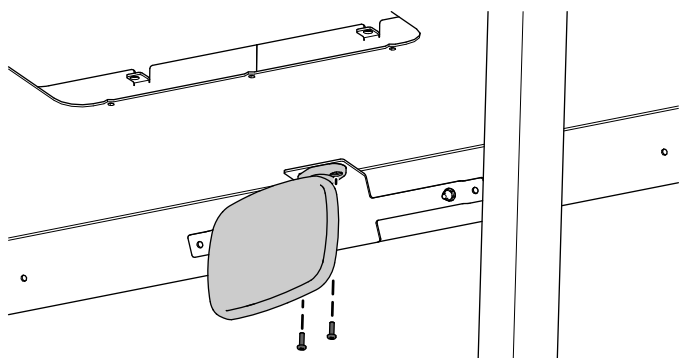

Figura 6
3. Sujete el retrovisor al soporte del retrovisor con 2 tornillos Phillips (Nº 10 x $\frac{5}{8}$ "), como se muestra en la Figura 6.